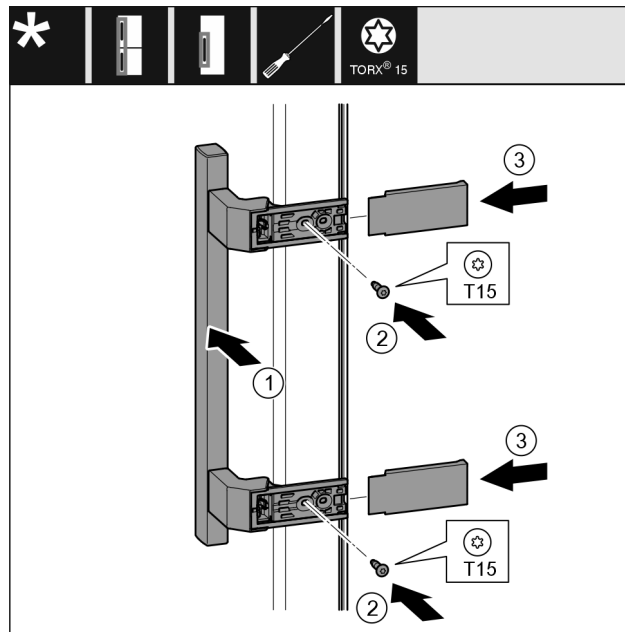

Fig. 22
- ▶ Встановіть ручку Fig. 22 (1) з протилежного боку.
- ▶ За допомогою викрутки закрутіть гвинти Fig. 22 (2).
- ▶ Встановіть кришки Fig. 22 (3) збоку та посуňte їх.